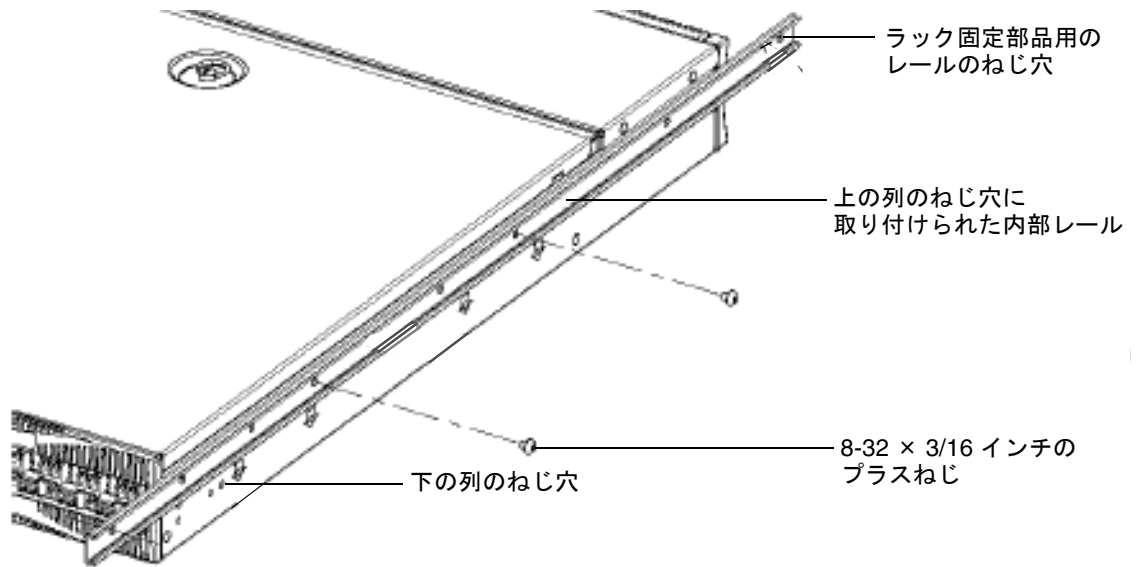

図 3-2 内部レールの取り付け
- スイッチの取り付け用ねじ穴に内部スライドレールを取り付けます (図 3-2 を参照)。
3900 スイッチの電源装置側がラックの正面から引き出せるように、図 3-2 に示すとおり、レールの向きを合わせます。ロック解除レバーの付いている方の端が、3900 スイッチのポート側になります。